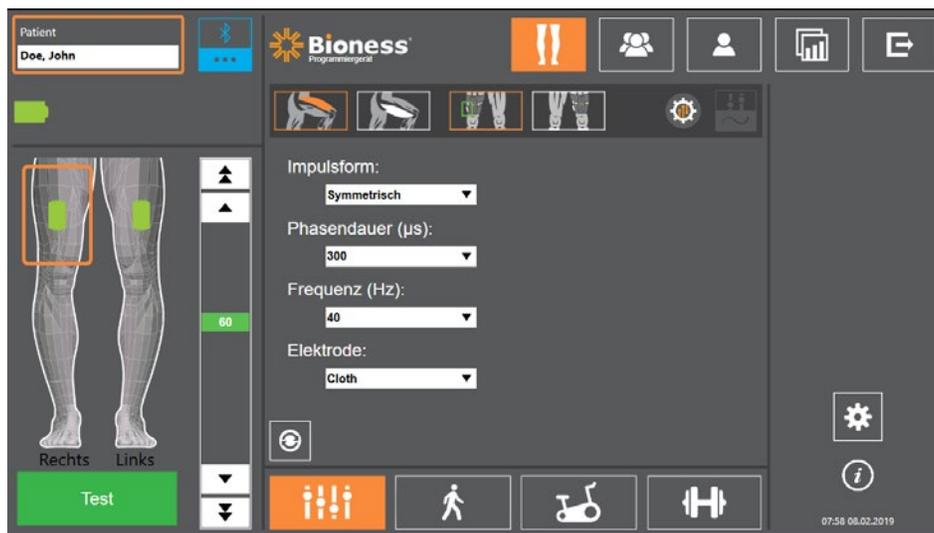

Abbildung 9-7: Stimulationsprogrammierung, Parametereinstellungs-Bildschirm
- Drücken Sie in der Navigationsleiste auf das Programmeinstellungssymbol , um den Parameter-Bildschirm zu öffnen. Siehe Abbildung 9-7.
- Auf der linken Bildschirmseite wird der verbundene Stimulator (bzw. die verbundenen Stimulatoren) als grünes Symbol am jeweiligen Bein angezeigt. Siehe Abbildung 9-7. Der ausgewählte Stimulator ist durch eine orangefarbene Umrandung gekennzeichnet.